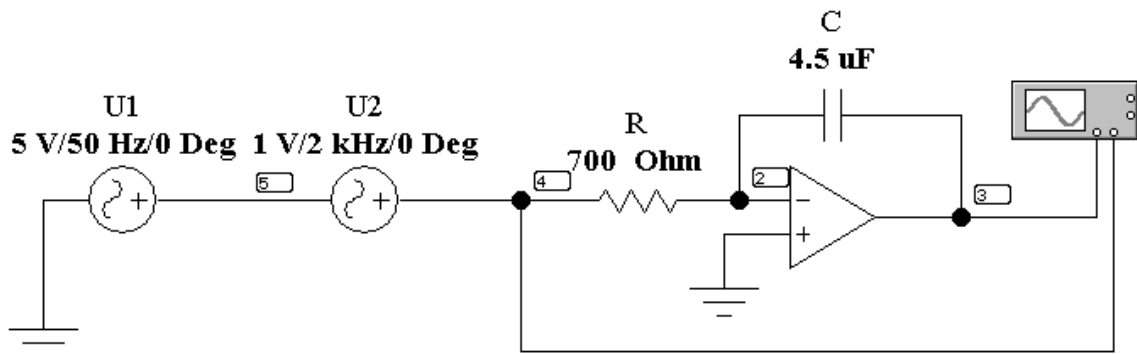

Рис. 6.4
Схема электрической цепи для интегратора, на вход которого подается гармонический сигнал с шумом, изображена на рис. 6.4.
6. Подключить исследуемую цепь к гармоническому сигналу с шумом (рис. 6.4), используя данные из табл. 6.2 согласно принятому варианту. Сопротивление  $R_{ВХ}=700$  Ом,  $C=4.7$  мкФ.